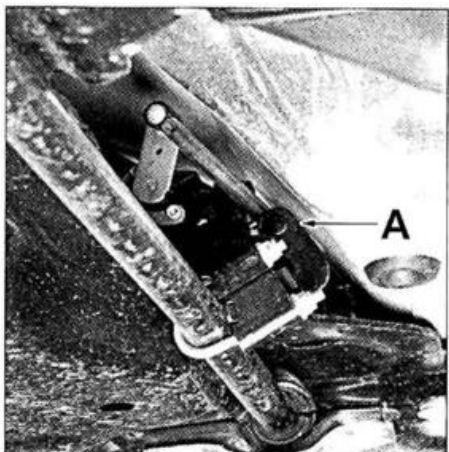

FIG. 6
• Vehículo equipado con faros direccionales, separar la bieleta del captador en "A" (fig. 6).